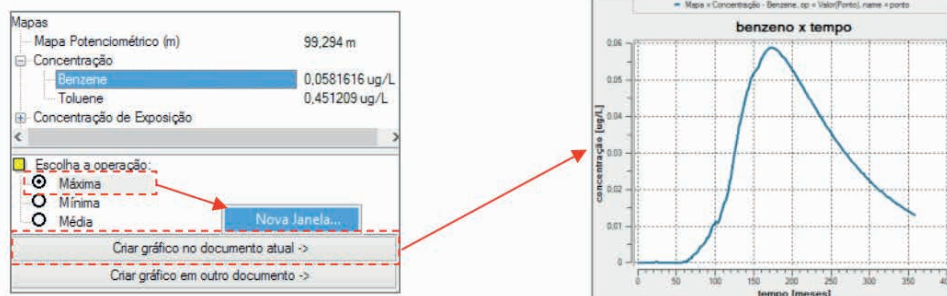

Figura 2.170 Mapas e Gráficos de Concentração de Benzeno no Inspetor de ponto.
- **Inspetor de Ponto:** elemento que fornece informações sobre resultados de simulação de forma pontual (volume de controle). Os resultados podem ser visualizados na parte inferior, ou ainda, através de gráficos, conforme a Figura 2.170. O procedimento para geração de gráficos é o mesmo já orientado em itens anteriores (**Criar gráfico no documento atual → Nova Janela**).